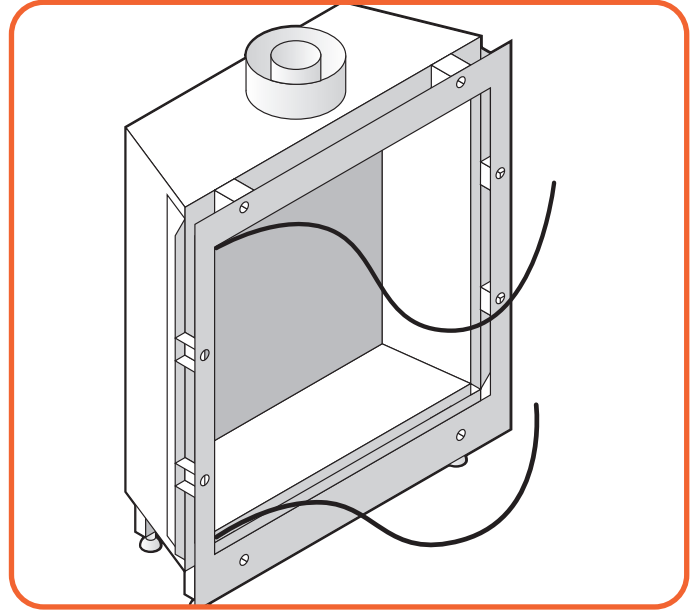

Abb. 9.7 Entfernen der Gurte
- Heben Sie das Glas leicht an und neigen Sie es etwas, um es aus der Öffnung zu ziehen (siehe **Abbildung 9.7**).